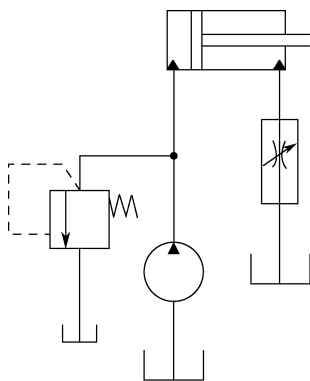

图 3-1-4
3. 如图 3-1-4 所示回路, 液压缸无杆腔的有效作用面积为  $100\text{cm}^2$ , 有杆腔的有效作用面积为  $50\text{cm}^2$ , 缸的负载  $F$  从 0 增大到 30kN 时, 液压缸的运动速度不变, 调速阀的最小压差为  $\Delta p=0.5\text{MPa}$ , 试分析计算: